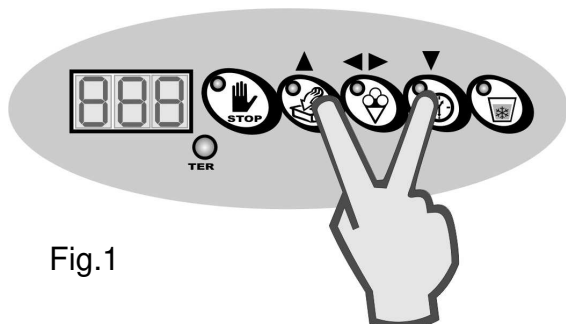
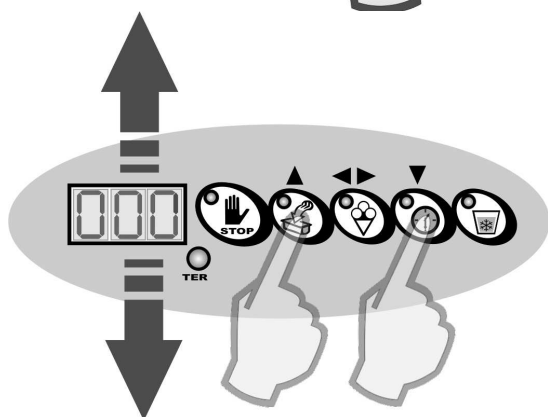

Fig.1
Fig.2
4. Appuyer en même temps les touches "UP" et "DOWN" jusqu'à l'affichage de la page-écran de sélection mot de passe (fig. 1). Insérer le mot de passe en augmentant ou en diminuant les valeurs par les touches UP et DOWN (FIG.2), puis appuyer CONFIRMATION pour valider le mot de passe inséré. Si vous ne connaissez pas le mot de passe, adressez vous au service d'assistance de la société Frigomat.
6. Si vous ne désirez pas modifier la valeur de l'étape sélectionnée, appuyer sur la touche **UP** pour accéder directement à l'étape successive. (fig. 2)